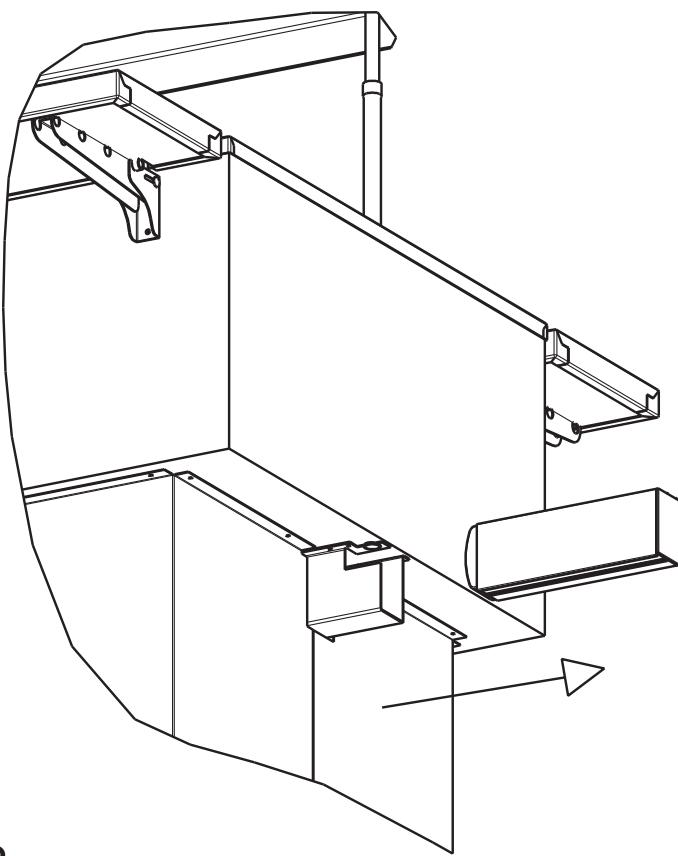

FIG.3
**1.** Sostenere la cupola. **2.** Togliere l'alimentazione. **3.** Rimuovere le griglie di aerazione. **4.** Allentare le viti di fissaggio del supporto motore, poste sui lati esterni, sotto la vasca. **5.** Sfilare il motore dal supporto. **6.** Nel caso il motore fosse bloccato con la catena di sollevamento all'interno del tubo di guida, occorre svitare tutte le viti del supporto e sfilare il motore e la catena verso il basso. **7.** Scollegare i fili di alimentazione elettrica del motore stesso. **8.** Sostituire il motore e ripristinare tutto nelle stesse posizioni (vedi Fig.3).
**1.** Lower the cover. **2.** Turn the appliance off. **3.** Remove the ventilation grilles. **4.** Loosen the fixing screws of the motor support, on the outside, under the basin. **5.** Take the motor out of the support. **6.** If the motor is blocked by the lifting chain inside the guide tube, you must remove all screws of the support and proceed to remove the motor and chain from the bottom. **7.** Disconnect the motor's power supply wires. **8.** Replace the motor and refit all components removed (see fig.3)
**1.** Die Kuppel festhalten. **2.** Strom wie abschalten. **3.** Lüftungsgitter entfernen. **4.** Lösen Sie die Befestigungsschrauben des Motorlagers, die sich an den Außenseiten unter der Wanne befinden. **5.** Ziehen Sie den Motor aus dem Motorlager. **6.** Sollte der Motor mit der Hubkette innerhalb des Führungsrohrs blockiert sein, müssen alle Schrauben des Lagers abgeschraubt und der Motor und die Kette nach unten herausgezogen werden. **7.** Die Stromversorgungskabel vom Motor trennen. **8.** Den Motor ersetzen und alles in der ursprünglichen Position wieder montieren (siehe Abb. 3).